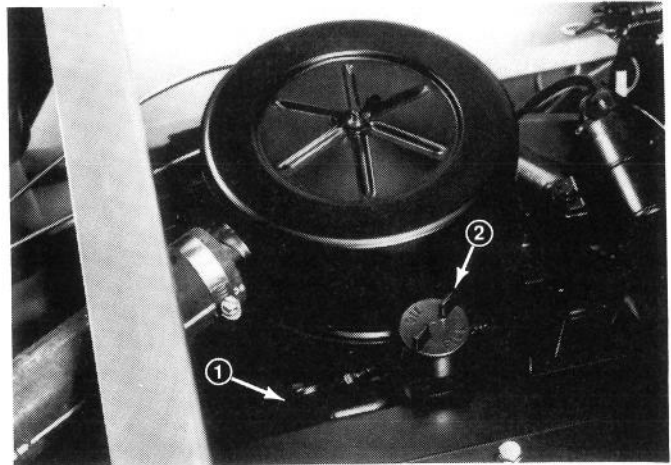

Figure 4
2. Enlever la jauge (Fig. 4), l'essuyer sur un chiffon propre et la remettre complètement dans le trou. La retirer à nouveau et vérifier le niveau d'huile. Si le niveau est bas, retirer le bouchon du réservoir et ajouter suffisamment d'huile SAE 10W30 CD pour atteindre la marque FULL (PLEIN) de la jauge. NE PAS TROP REMPLIR. Se référer au tableau des spécifications des fluides page 15.